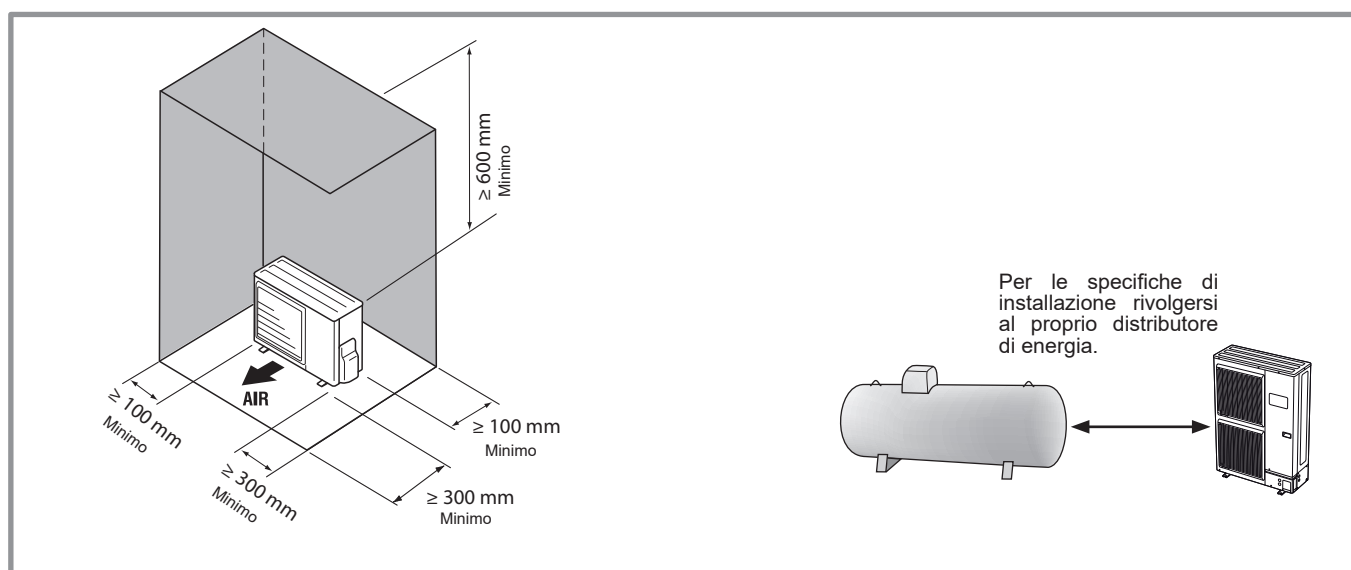

figura 14 - Spazio minimo d'installazione intorno alle unità esterne
- ☞ **L'unità esterna deve essere installata esclusivamente in ambienti esterni. Se è richiesto un riparo, dovrà avere delle aperture molto larghe sui lati e rispettare lo spazio dell'installazione (figura 14).**
- L'unità deve essere facilmente accessibile per lavori e manutenzioni varie (figura 14).
- La circolazione dell'aria attraverso l'evaporatore e in uscita dal ventilatore (figura 14) non deve essere ostacolata in alcun modo.